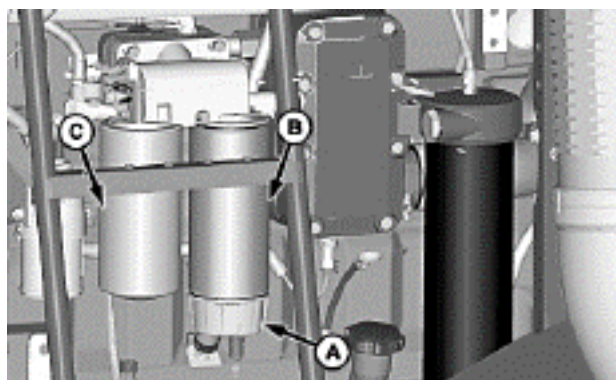

Рис.4.15 – Обслуговування фільтрів: А – барабан відокремлювача; В – паливний фільтр грубої очистки; С – паливний фільтр тонкої очистки
6. Встановити знятий барабан відокремлювача (А) на запасний паливний фільтр грубої очистки (В) (рис.4.15).